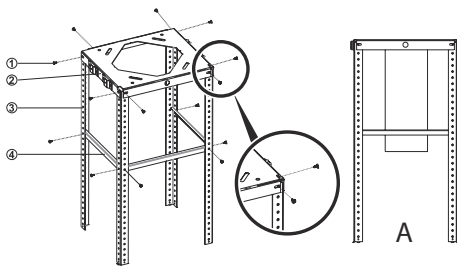

Fig. 12
**2.** ➔ Installare le barre di sospensione del prodotto alla piastra di sospensione a soffitto con 8 viti a testa cilindrica 3.5 x 9.5 r (Fig. 12)
Installare le barre di sospensione del prodotto per bilanciare le componenti di bilanciamento della barra di sospensione con 6 viti rylsb 3.5 x 9.5 (Fig. 12).